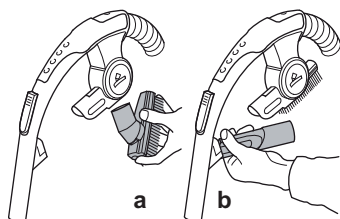

Abb. 13
- Stecken Sie die 2in1-Kombidüse in die Zubehörhalterung (Abb. 13/a).
- Stecken Sie die Fugendüse auf die Zubehörhalterung und klappen Sie sie an, bis sie hör- und spürbar einrastet (Abb. 13/b).